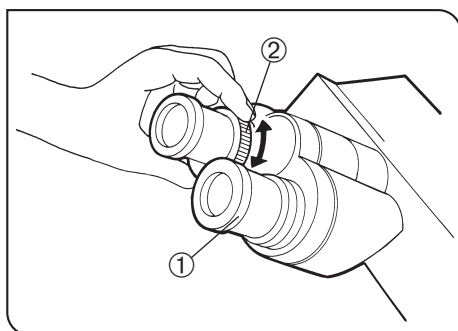

Рис. 39
## 6 Пользование окулярами с встроенным микрометром (Рис. 39)
1. Глядя в правый окуляр правым глазом, вращением верхней части окуляра ① добейтесь, чтобы микрометр в поле зрения был виден наиболее отчетливо (рис. 39).
3. Глядя в левый окуляр левым глазом, вращением кольца диоптрической коррекции ② наведите фокус на образец.